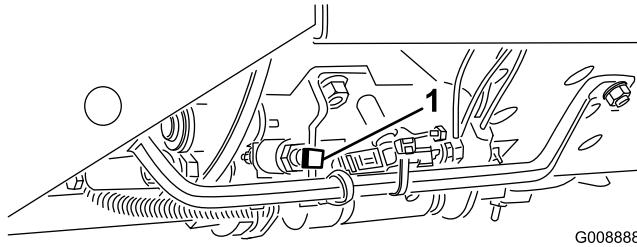

Figure 19
**Important:** La vitesse de tonte est réglée à l'usine à 9,7 km/h. Vous pouvez l'augmenter ou la réduire en réglant la vis de butée de vitesse (Figure 19).